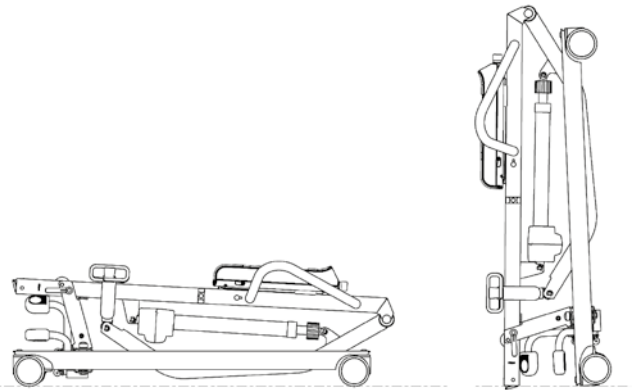

Abb. 24: Seitenansicht auf den von der eingeklappten in die aufrechte Position gekippten Patientenlifter.
3. Drehen Sie die Räder, um sie in die Mittellinie der Seitenholme zu bringen, sodass sie in den Ausschnitten der Seitenholme ausgerichtet sind (siehe Abb. 24).